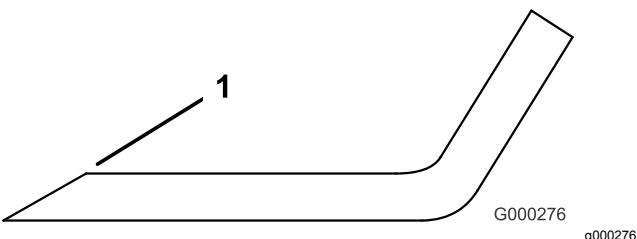

Figura 31
- Esaminate l'affilatura di tutte le lame e affilate se risultano smussate o scheggiate (Figura 31).
Nota: Affilate soltanto la parte superiore del tagliente e mantenete l'angolo di taglio originale per garantire l'affilatura (Figura 31). La lama resta bilanciata soltanto se viene rimossa una quantità uguale di metallo da entrambi i taglienti.